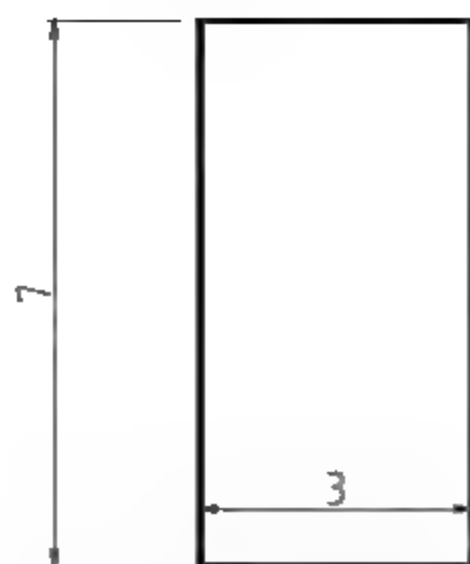

图4-166 绘制电气元件4
(4) 调用REC【矩形】命令, 结合【对象捕捉】功能, 绘制电气元件4, 如图4-166所示。